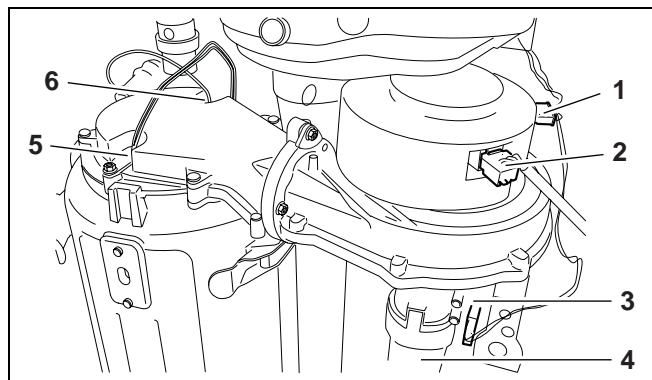

Рис. 44 Отсоединение штекера от воздуходувки и газопроводной арматуры
- Отсоединить штекер (рис. 44, **поз. 1, 2 и 3**) от газового/воздушного блока.
- Демонтировать воздухозаборник с газового/воздушного блока (рис. 44, **поз. 4**).
- Отсоединить штекер от ионизационного штифта (рис. 44, **поз. 6**) и накаливающего жгута (рис. 44, **поз. 5**).